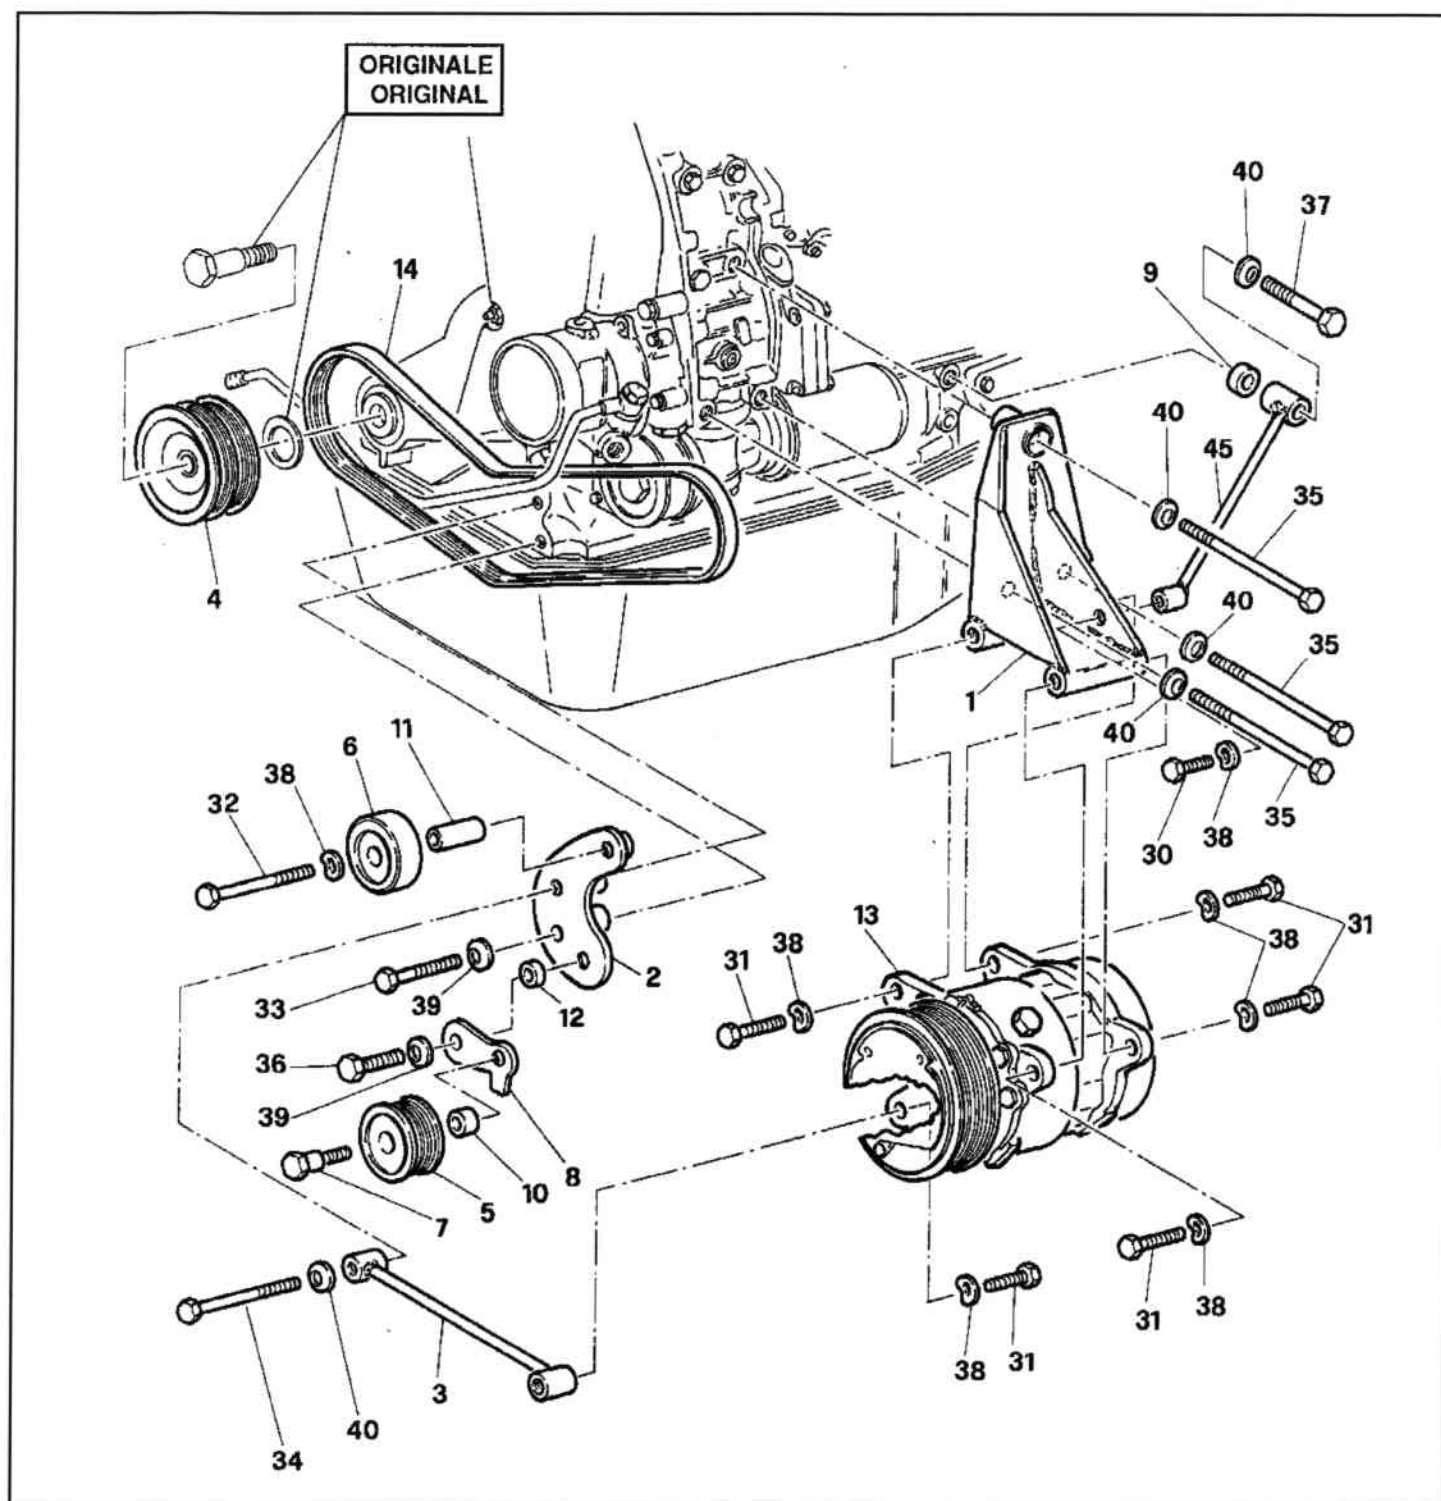

FIG. 8
- I** Montare la piastra supporto compressore «1» fissandola al blocco motore, in corrispondenza dei punti «a-b-c» di fig. 4 mediante viti e rondelle fornite. Montare il tirante «45» fissandolo alla piastra «1» ed al blocco motore (punto «d» di fig. 5) mediante bulloneria fornita (vedi anche figura seguente). Confrontare con schema riassuntivo di fig. 8.
- F** Monter la plaque de support compresseur «1» en la fixant au bloc moteur, en correspondance des points «a-b-c» de la fig. 4, à l'aide de la vis et de la rondelles fournies. Monter le tirant «45» en le fixant à la plaque «1» et au bloc moteur (point «d» de la fig. 5), à l'aide de la boulonnerie fournie (voir également la figure suivante). Comparer avec le schéma récapitulatif de la fig. 8.
- GB** Mount the compressor support plate «1» and secure it to the engine block at points «a-b-c» in Fig. 4. Secure with the screws and washers provided. Install the tie-rod «45» and secure it to plate «1» and to the engine block (at point «d» in Fig. 5). Secure with the nuts and bolts provided (also see the following figure). Also see the diagram in Fig. 8.
- D** Kompressorträger «1» einbauen und am Motorblock in Übereinstimmung der Punkte «a-b-c» der Abb. 4 mit Schraube und U-Scheibe befestigen. Stütze «45» einbauen und an Träger «1» und an Motorblock (Punkt «d» der Abb. 5) mit geliefertem Schraubensatz befestigen (siehe auch folgende Abbildung). Mit Schaltschema der Abb. 8 vergleichen.
- E** Montar la placa soporte compresor «1» fijándola al bloque motor en correspondencia con los puntos «a-b-c» de fig. 4 mediante tornillos y arandelas abastecidas. Montar el tirante «45» fijándolo a la placa «1» y al bloque motor (punto «d» de fig. 5) mediante tornillería abastecida (ver también figura siguiente). Comparar con esquema resumido de fig. 8.
- I** Fissare il compressore «13» alla piastra «1» mediante bulloneria fornita (confrontare con schema riassuntivo di fig. 8 e con figure seguenti). Raccordare la cinghia di trasmissione fornita «14» al compressore.
- F** Fixer le compresseur «13» à la plaque «1», à l'aide de la boulonnerie fournie (comparer avec le schéma récapitulatif de la fig. 8 et des figures suivantes). Raccorder la courroie de transmission fournie «14» au compresseur.
- GB** Secure the compressor «13» to plate «1» using the nuts and bolts provided (also see the diagram in Fig. 8 and the following figure). Hook up the supplied transmission belt «14» to the compressor.
- D** Kompressor «13» an Träger «1» mit geliefertem Schraubensatz befestigen (mit Schalt-schema der Abb. 8 und den folgenden Abbildungen vergleichen). Antriebsriemen «14» an Kompressor anschließen.
- E** Fijar el compresor «13» a la placa «1» mediante tornillería abastecida (comparar con esquema resumido de fig. 8 y con figuras siguientes). Empalmar la correa de transmisión abastecida «14» al compresor.
- Confrontare con schema riassuntivo di fig. 8.
Comparer avec le schéma récapitulatif de la fig. 8.
See diagram in Fig. 8.
Mit dem Schaltschema der Abb. 8 vergleichen.
Comparar con esquema resumido de fig. 8.
Confrontare con schema riassuntivo di fig. 8 e figura seguente.
Comparer avec le schéma récapitulatif de la fig. 8 et de la figure suivante.
See diagram in Fig. 8 and the following figure.
Mit Schaltschema der Abb. 8 und der folgenden Abbildung vergleichen.
Confrontar con esquema resumido de fig. 8 y figura siguiente.